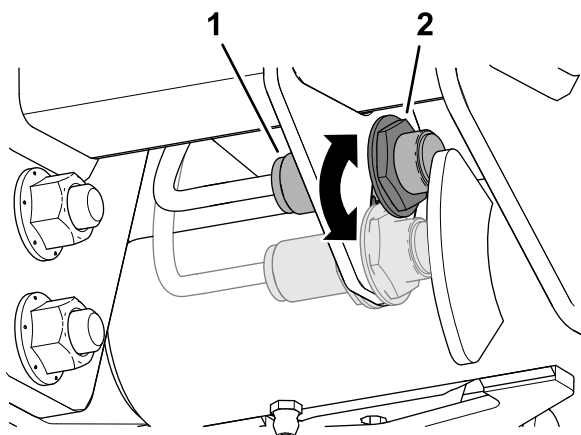

Рисунок 86
3. Ослабьте контргайку, которая крепит переключатель подъемного рычага к пластине переключателя (Рисунок 86).